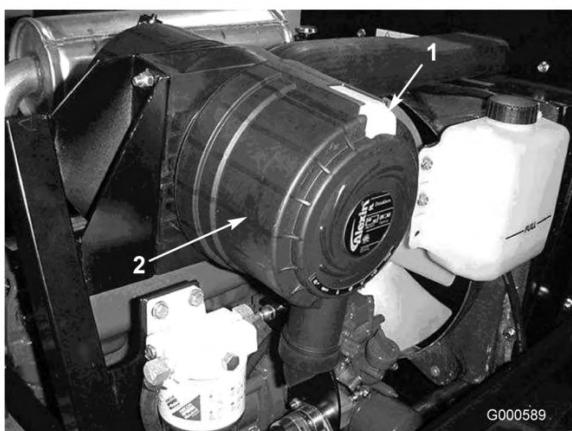

Figure 32
1. Tirez le verrou vers l'extérieur et tournez le couvercle du filtre à air dans le sens anti-horaire (Figure 32).